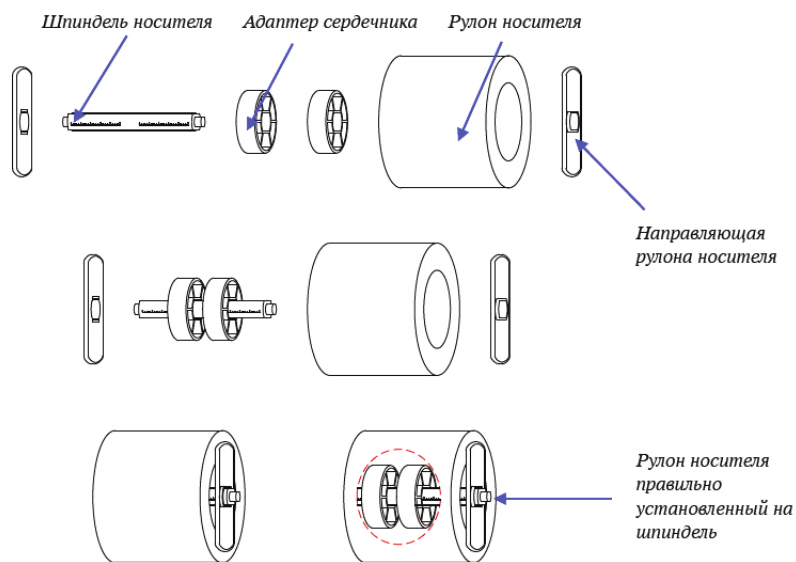

Рисунок 2-16 Установка рулона носителя на шпindelь носителя
3. Поместите рулон носителя (этикетками вверх) на шпindelь носителя, затем надвиньте две направляющие рулона носителя, гладкой стороной к носителю, на шпindelь носителя с каждого конца, пока обе направляющие рулона носителя не коснутся носителя. При размещении рулона носителя с сердечником 76 мм, пожалуйста, сначала наденьте два адаптера сердечника на шпindelь носителя, как показано на Рис. 2-16.